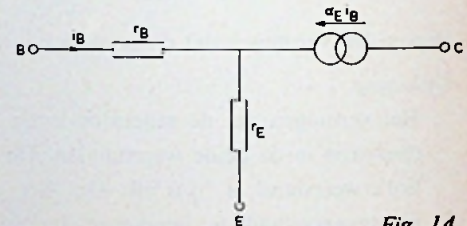

Fig. 14
- b. dat voor de transistor het vervangschema van fig. 14 geldt, waarin: $r_E = 20 \Omega$, $r_B = 1000 \Omega$ en $\alpha_E = 100$.